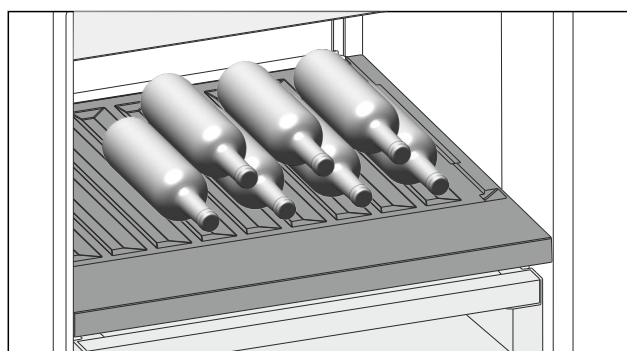

Fig. 165 Ilustrativni primjer
- Stavite boce s dnom prema stražnjoj stijenci hladnjaka. (pogledajte Fig. 165)